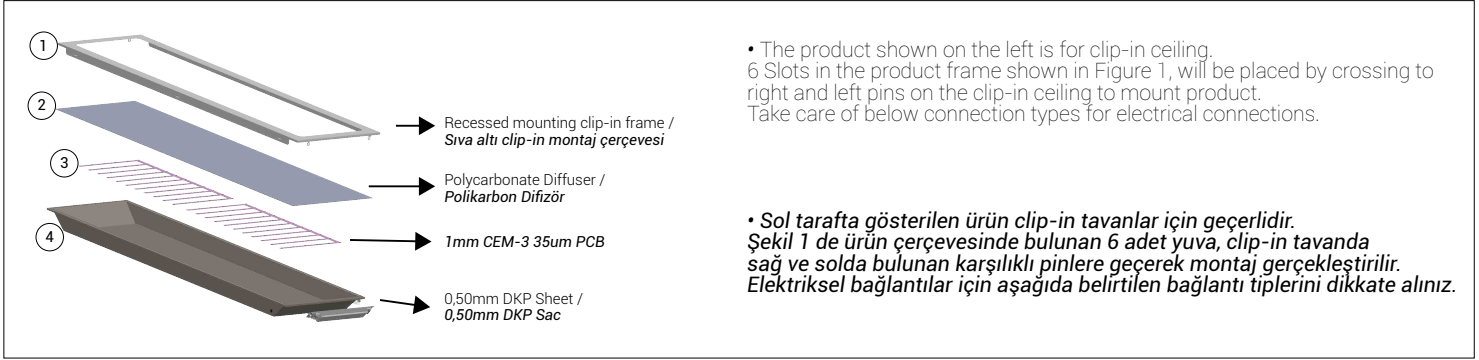

Figure 1 / Şekil 1	Figure 2 / Şekil 2	Figure 3 / Şekil 3	Figure 4 / Şekil 4
<h4>Installation Warnings / Montaj Uyarıları</h4> <ul style="list-style-type: none"> Follow connection command of figure 1, figure 2, figure 3 and figure 4 on the side according to received product. This product installation must be performed by qualified electricians only, in accordance with national electricity and all other local standard. Ensure that the supplied luminaire is the same as the input voltage value. Ensure that the electrical power is off before installation and maintenance. Earthing connection is important. Be carefully to avoid bumps and scratches on the glass (PC) lens of product. Do not pull the electrical cables as this will damage the internal connections The decision of the suitability of the product is under responsibility of end user. Any use of the product other than that recommended will void the warranty. Use only in places where the electricity is stable. Tedarik edilen ürün yan taraftaki şekil 1, şekil 2, şekil 3 ve şekil 4 de gösterilen elektriksel bağlantı türlerinden hangisi ise talimatlara uyunuz. Bu ürün kurulumu ulusal elektrik ve tüm diğer yerel kanunlar uygunluğunda, sadece kalifiyeli elektrikçiler tarafından yapılmalıdır. Tedarik edilen armatürün voltajı, giriş voltaj değeri ile aynı olduğundan emin olun. Kurulum ve bakım öncesi elektrik gücünün kapalı olduğundan emin olun. Topraklama bağlantısı gereklidir. Cam (PC) lens üzerinde darbe ve çizik oluşturmamak için ürünü dikkatli kullanınız. İç bağlantılarına zarar vereceği için elektrik kablolarını germeyiniz. Ürünün uygunluğunun kararı, son kullanıcının sorumluluğundadır. Ürünün tavsiye edilenin dışında kullanımı garanti kapsamını geçersiz kılar. Sadece elektriğin stabil olduğu yerlerde kullanınız.